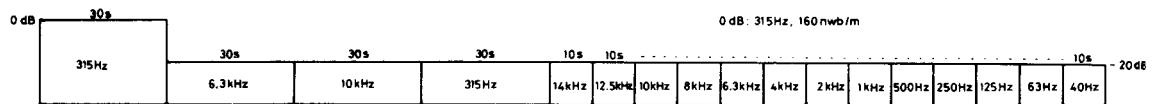

Fig. 11-5 Contenido de la cinta de prueba STD-331B
- STD-331B : Para ajustes de reproducción (Referirse a la Fig. 11-5)